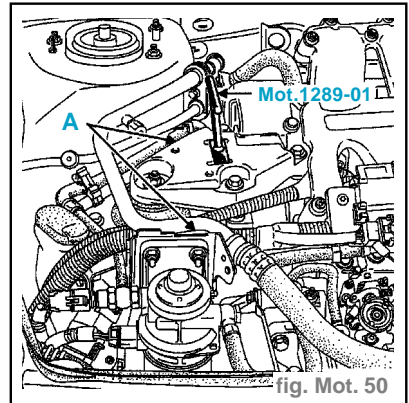

fig. Mot. 50
- Desserrer les vis (4) du limiteur. (fig. Mot. 50)